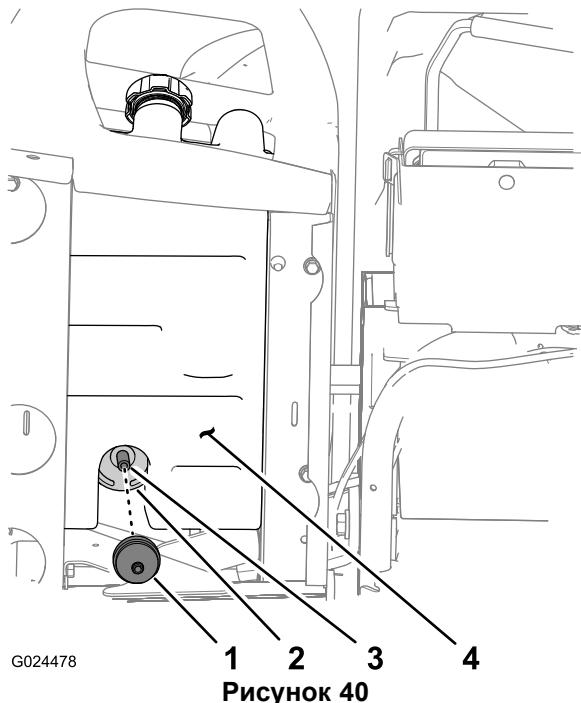

Рисунок 40
1. Снимите штуцер со ступенчатой поверхностью фильтра с угольным элементом со шланга в нижней части угольного элемента и извлеките фильтр (Рисунок 40).